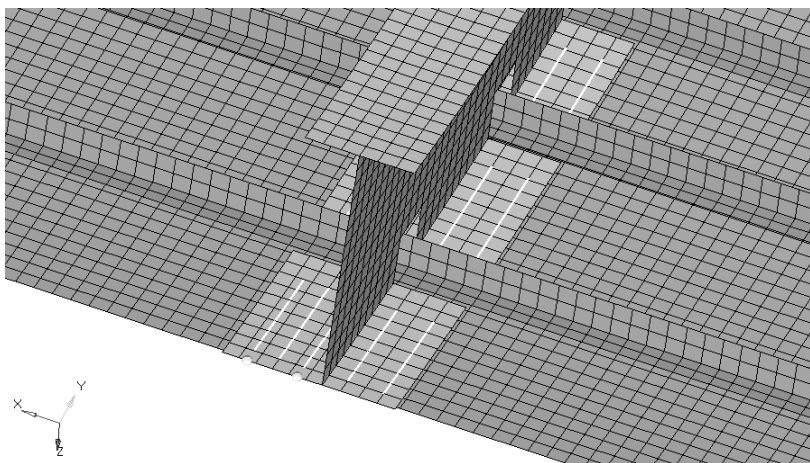

图 7-78 将一维单元移动到另一根框的橡胶条上
(11) 重复上面的步骤，将一维单元移动到另一根框的橡胶条上，如图 7-78 所示。